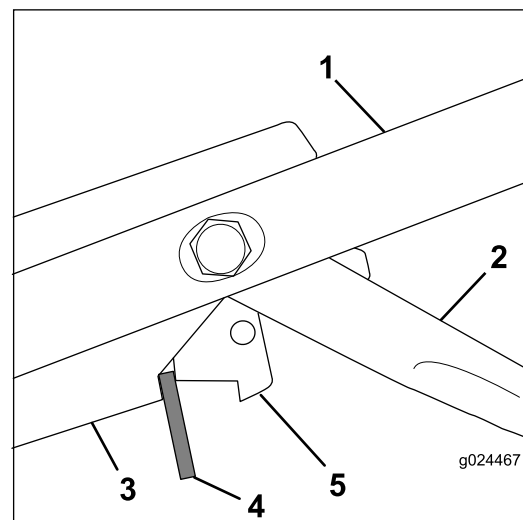

Figura 31
3. Coloque um espaçador de 8 mm entre a alavanca de controlo do travão e o suporte de controlo na pega (Figura 31).